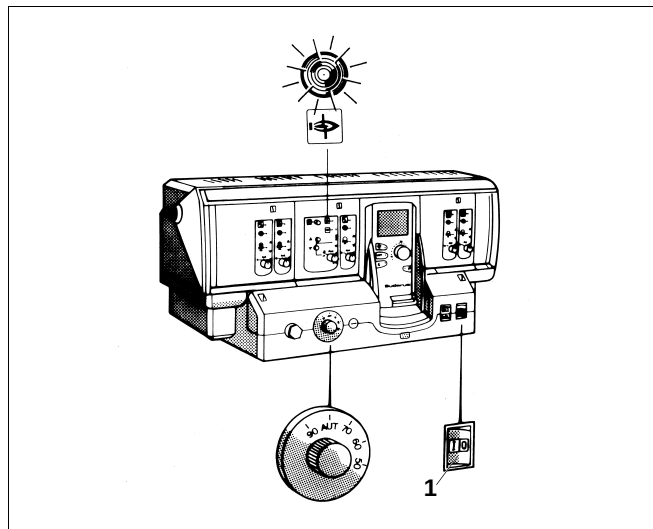
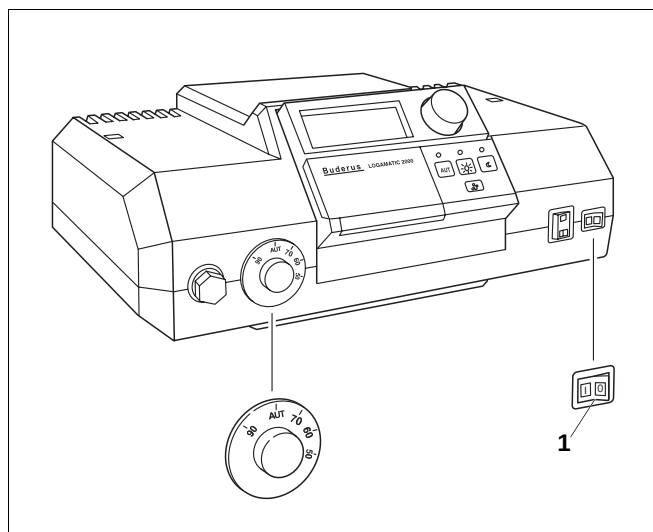

Fig. 36 Système de régulation Logamatic 4000
Fig. 37 Système de régulation Logamatic 2000
- Mettre l'interrupteur de mise en marche (fig. 36, **pos. 1** resp. fig. 37, **pos.1**) en position "0" (OFF).